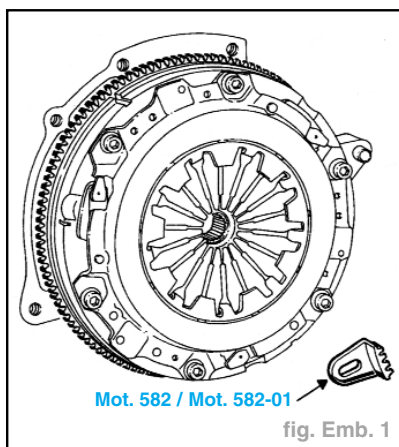

fig. Emb. 1
- Après dépose de la boîte de vitesses, mettre le secteur d'arrêt **Mot. 582** ou **582-01** (fig. Emb. 1).